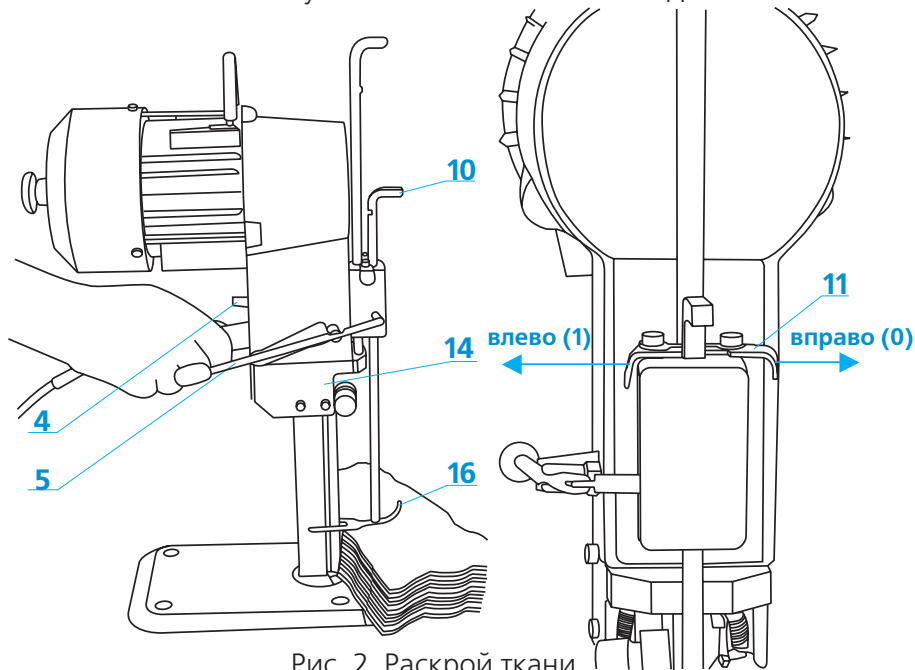

Рис. 2. Раскрой ткани
Управляя раскройной машиной с помощью рукоятки (3), направить стопу (1) под приподнятый край слоев ткани так, чтобы линия края находилась напротив ножа (15). Опустить лапку на ткань (после нажатия рычага лапка опускается автоматически) и, держа рычаг лапки в нижнем положении, минимально поднять лапку вверх так, чтобы она не "собирала" верхнего слоя материала. Включить раскройную машину переключателем (4) и начать раскрой, как показано на рис. 2.